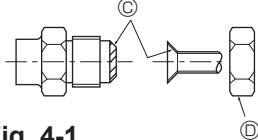

Fig. 4-1
Α (Fig. 4-1)
Β (Fig. 4-1)
4.2. Σωλήνες σύνδεσης (Fig. 4-1)
- Πριν βιδώσετε το περικόχλιο εκχειλωσης απλώστε στο σωλήνα και στην κοινή επιφάνεια που επικαθεται λεπτό στρώμα από ψυκτικό λάδι. (A)
- Χρησιμοποιήστε 2 κλειδιά για να σφίξετε τις συνδέσεις των σωληνών. (B)
- Αλείψτε με ψυκτικό λάδι ολόκληρη την επιφάνεια στα διαπλευσμένα τμήματα. (C)
- Χρησιμοποιήστε τα παξιμάδια ρακόρ για το παρακάτω μέγεθος σωλήνα. (D)